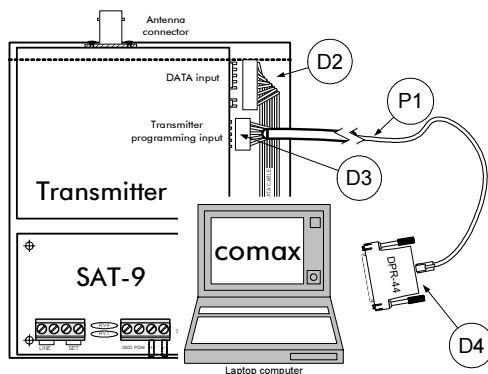
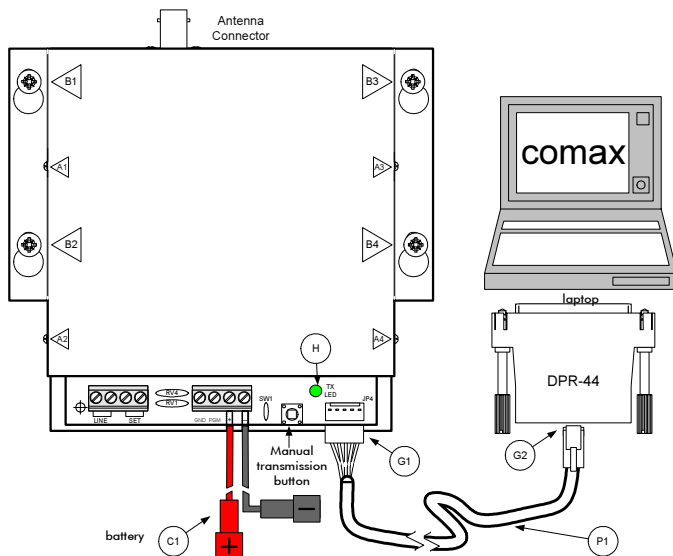

Figura 2 - SAT-9 con la Tapa Abierta
Figura 3 – Conexión del SAT-9 al COMAX
- 3 Conecte el DPR-44 a la entrada de programación del transmisor como se indica a continuación: Conecte la extremidad del Molex indicada como P1 en la Figura 3 a la entrada de programación del transmisor (indicada por D3 en la Figura 2). Conecte la otra extremidad del cable P1 al conector DPR-44 (indicado por D4 en la Figura 2)
- 9 Retire el cable de programación del transmisor (indicado por P1 en la Figura 2)
- 1 Asegúrese de que los cables de alimentación estén desconectados del SAT-9 (indicados como C1 en la Figura 3).
- 2 Conecte el DPR-44 al conector de programación del panel del SAT-9 como se indica a continuación: la extremidad del Molex del cable P1 al JP4 (indicado por G1 en la Figura 3) y la extremidad RJ11 del cable P1 al conector DPR-44 (indicado por G2 en la Figura 3).
- 11 Haga un Test de Transmisión Manual oprimiendo el botón de test (indicado por la H en la Figura 3)